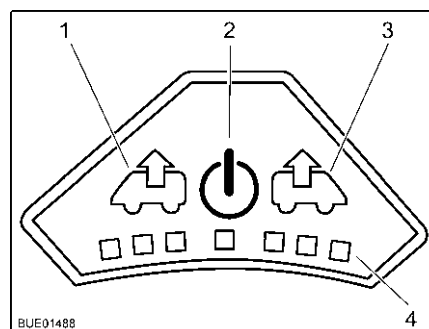

Fig. 65 Quadro comandi del ventilatore
- Accensione:** ■ Premere il tasto On/Off (Fig. 65,2). Il ventilatore funziona in modalità comfort (sfiato al numero di giri minimi del ventilatore).
- Sfiato:** ■ Per aumentare il numero di giri del ventilatore: Premere il tasto Sfiato (Fig. 65,1). Il numero di giri del ventilatore aumenta di uno stadio in direzione sfiato. I LED (Fig. 65,4) indicano gli stadi di commutazione.
- Per ridurre il numero di giri del ventilatore: Premere il tasto Aerazione (Fig. 65,3). Il numero di giri del ventilatore si riduce di uno stadio.
- Aerazione:** ■ Per aumentare il numero di giri del ventilatore: Premere il tasto Aerazione (Fig. 65,3). Il numero di giri del ventilatore aumenta di uno stadio in direzione aerazione. I LED (Fig. 65,4) indicano gli stadi di commutazione.
- Per ridurre il numero di giri del ventilatore: Premere il tasto Sfiato (Fig. 65,1). Il numero di giri del ventilatore si riduce di uno stadio.
- Spegnimento:** ■ Premere il tasto On/Off (Fig. 65,2). Il ventilatore si ferma, i LED si spengono.